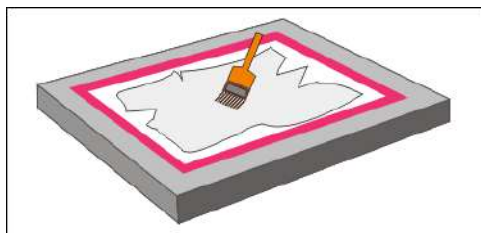

Imagen 172\_01
**2-** Se aplica a la malla con una brocha de Nylon (Imagen 172\_01).